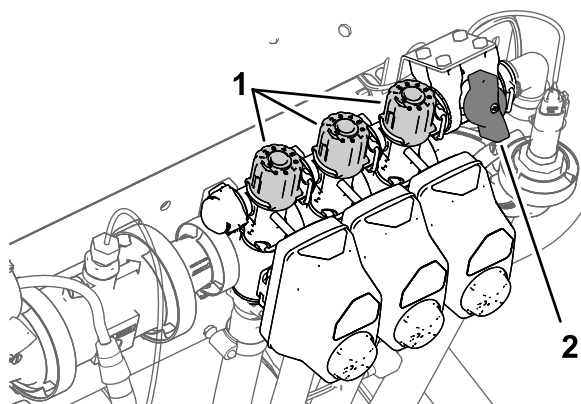

Figura 30
- Desactive el interruptor de la sección izquierda y ajuste el mando de desvío de la sección (Figura 30) hasta que el caudal indicado coincida con el valor anterior, según la tabla.
- Ajuste el mando de desvío de la sección derecha (Figura 30) hasta que el caudal indicado coincida con el valor anterior, según la tabla.
- Ajuste el mando de desvío de la sección central (Figura 30) hasta que el caudal indicado coincida con el valor anterior, según la tabla.